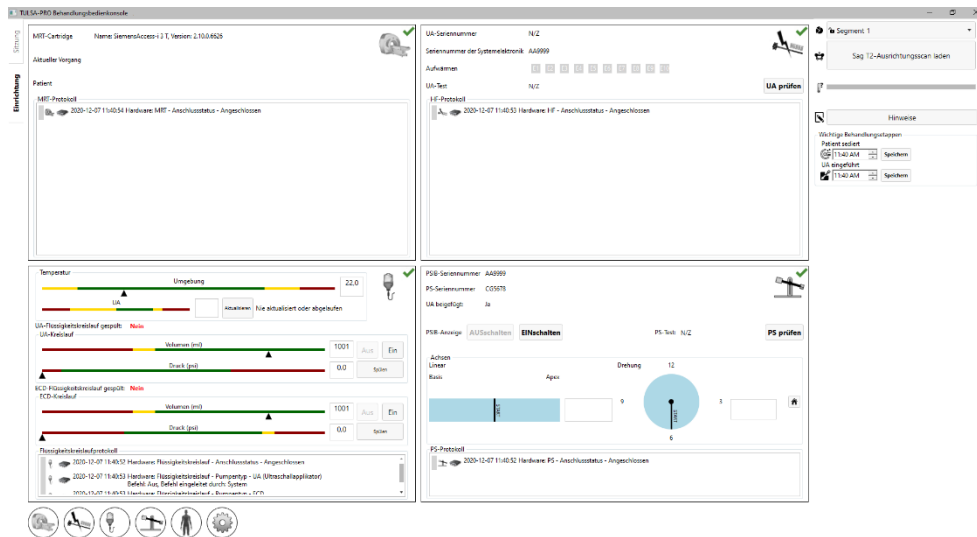
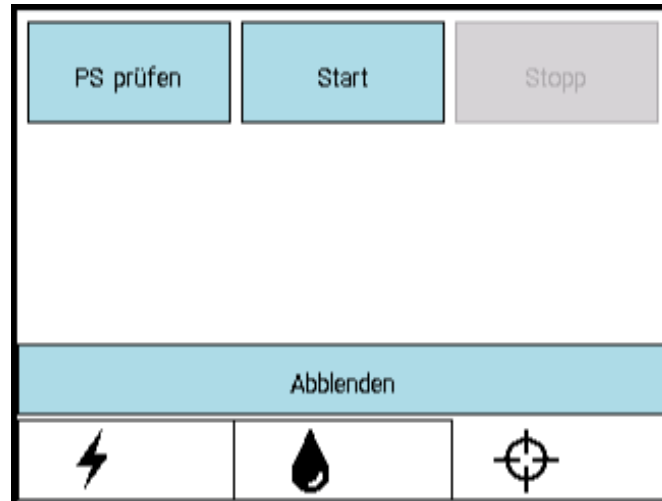
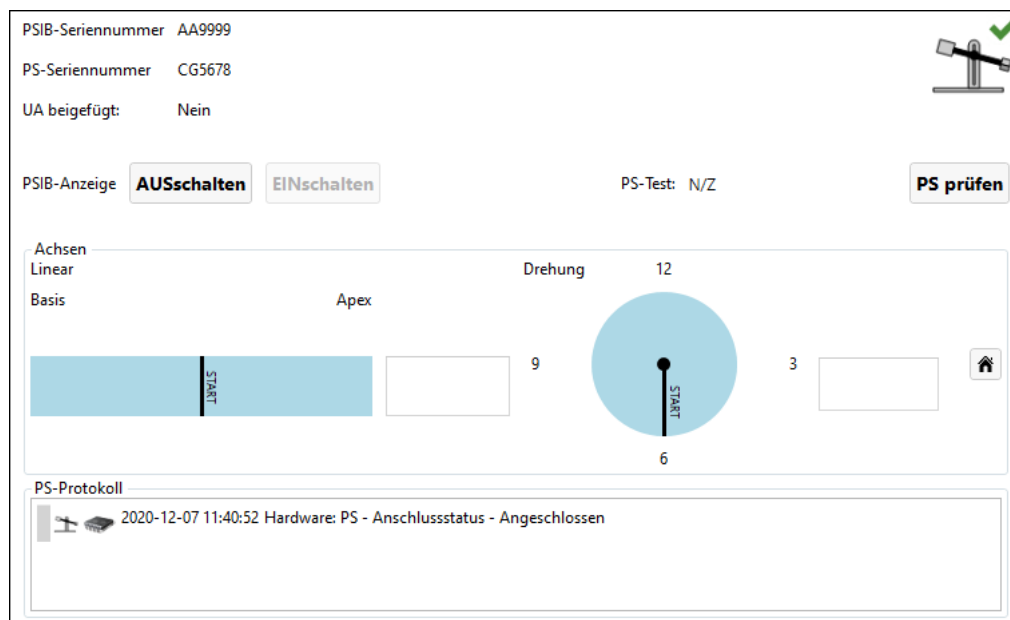

Abbildung 8: Arbeitsbereich „Einrichtung“ der TDC
Abbildung 22: PSIB-Anzeige – Registerkarte „PS“
Abbildung 23: PS-Informationsbox im Arbeitsbereich „Einrichtung“
2. Nach Auswahl von **Neue Sitzung** gelangen Sie in den Arbeitsbereich **Einrichtung** (Abbildung 8), in dem Sie vor dem Fortfahren kontrollieren können, ob alle Geräte ordnungsgemäß funktionieren.
2. Klicken Sie in der PSIB-Anzeige auf **PS prüfen** (*Abbildung 22*). (Dies kann auch über den Arbeitsbereich TDC *Einrichtung* (*Abbildung 8*) in der PS-Informationsbox im rechten unteren Quadranten erfolgen *Abbildung 23*.)